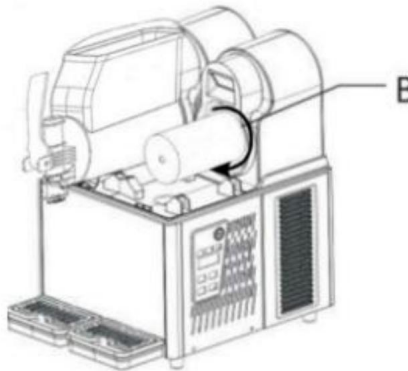

Fig. 14
Montera tätningen (B), smörj hela ytan med fett som pil märken se Fig.14